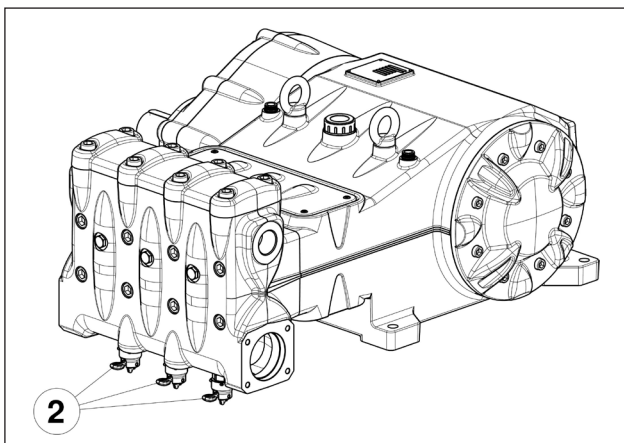
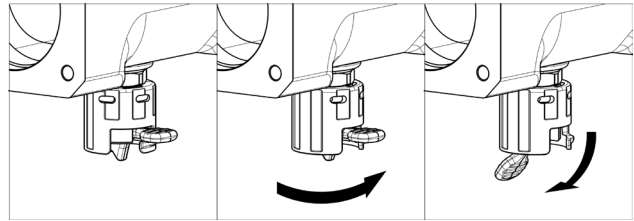

Abb. 9
Abb. 10
Stellen Sie nach längerer Lagerung oder Stillstand die Funktionstüchtigkeit der Saugventile wieder her, indem Sie die drei Ventilheber öffnen (siehe Pos. ② Abb. 9) ausgelegt worden. Schließen Sie die Ventile vor Start der Pumpe wieder. Für die "Arbeits"- und "Ruhe"-Positionen siehe Abb. 10.